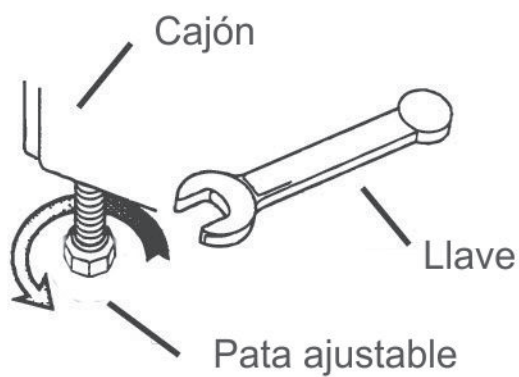

Figura 7: Cómo ajustar la altura de la estufa
11. Deslice la estufa hasta colocarla nuevamente en su posición. De ser necesario, para evitar rayar la superficie de trabajo, modifique la altura de la estufa ajustando las patas de esta (consulte la Figura 7: Cómo ajustar la altura de la estufa). Asegúrese de enganchar el soporte anticaídas. Consulte la Advertencia de peligro de caída mencionada anteriormente en estas instrucciones y también en el *Manual de instalación de la estufa deslizante de gas*.